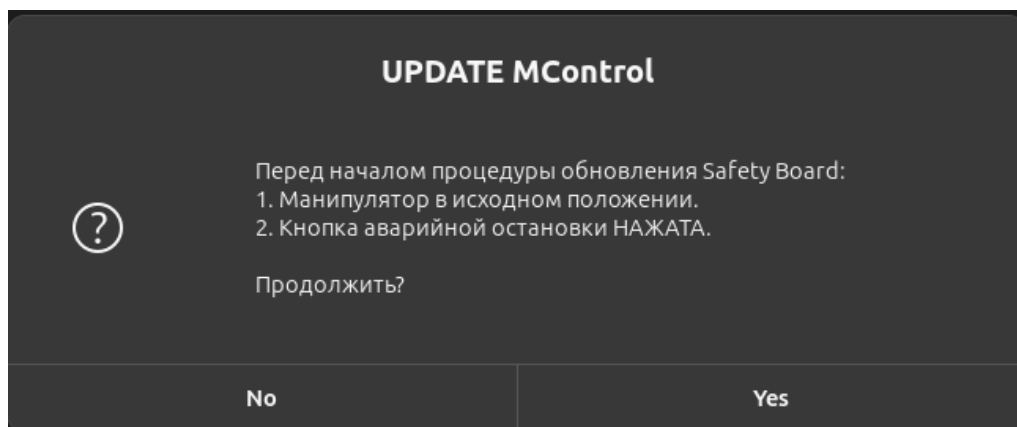

Рисунок II-74 – Предупреждение
- «Safety Board» – отобразится предупреждение «Перед началом процедуры обновления Safety Board: 1) Манипулятор в исходном положении. 2) Кнопка аварийной остановки НАЖАТА. Продолжить?» (см. Рисунок II-74);